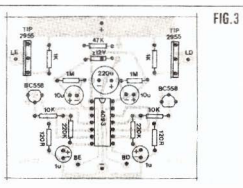

FIG. 3
- FIG. 3 - CHAPEADO DA MONTAGEM - O impresso é bastante *desorganizado*, o que facilita a acomodação, inserção e soldagem das peças, mesmo pelos hobbyistas ainda sem muita prática, e que se atrapalham um pouco na realização de montagens demasiadamente miniaturizadas ou *espremidas*... O diagrama mostra a face não cobreada da placa, com a estilização de todos os componentes, detalhando ainda seus valores, códigos, polaridades, etc., como é costume em APE... É só seguir com